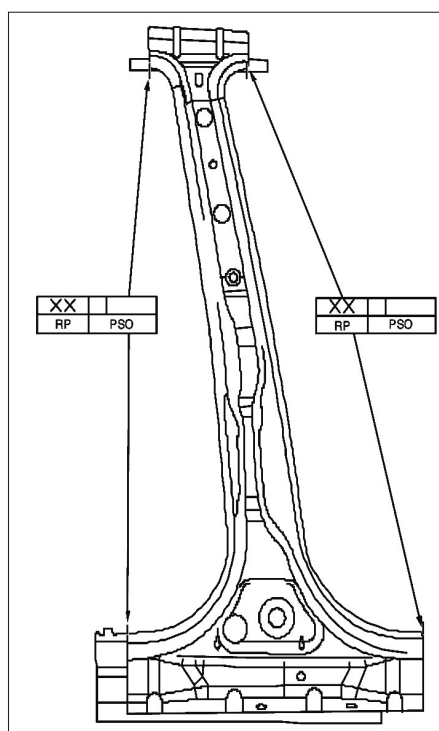

FIG. 78
- Préparer le revêtement du montant B (fig. 78).